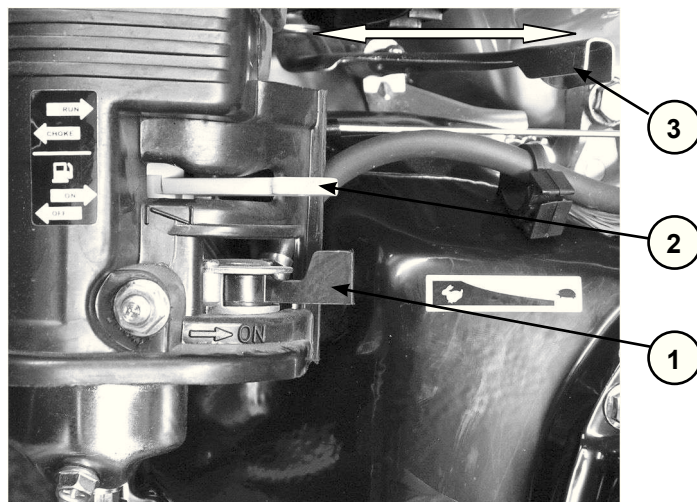

Рис.3
### Топливный рычаг (1) Рис.3
### Рычаг воздушной заслонки(2) Рис.3
### Рычаг газа (3) Рис.3